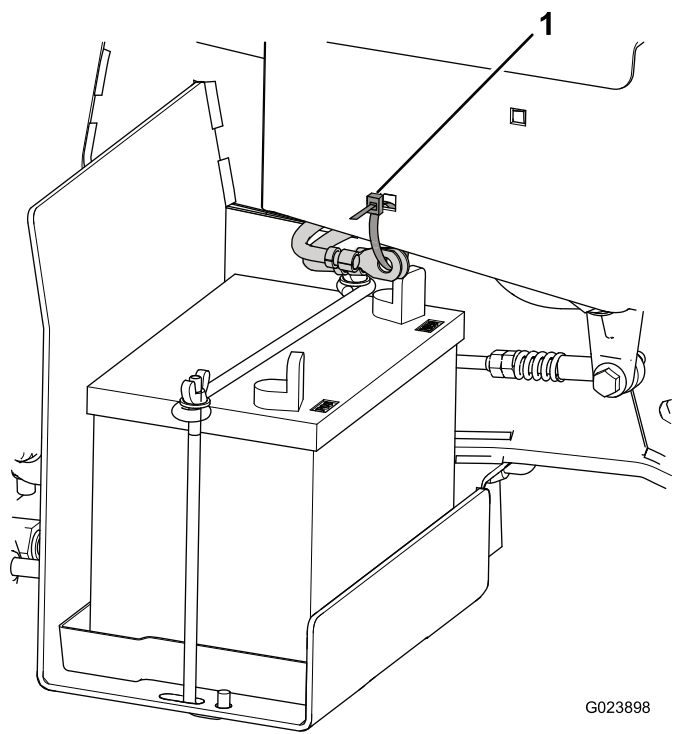

Рисунок 4
- Отрежьте и удалите в отходы кабельную стяжку, которая крепит кабели аккумуляторной батареи к раме (Рисунок 4).